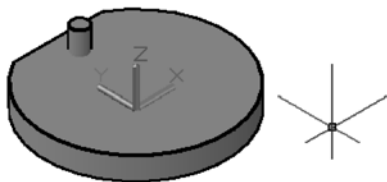

图 9-94 文件中的两个实体模型
1) 打开随书光盘“CH9”文件夹中的“BD_三维环形阵列.DWG”文件, 文件中存在着两个实体模型, 如图 9-94 所示。